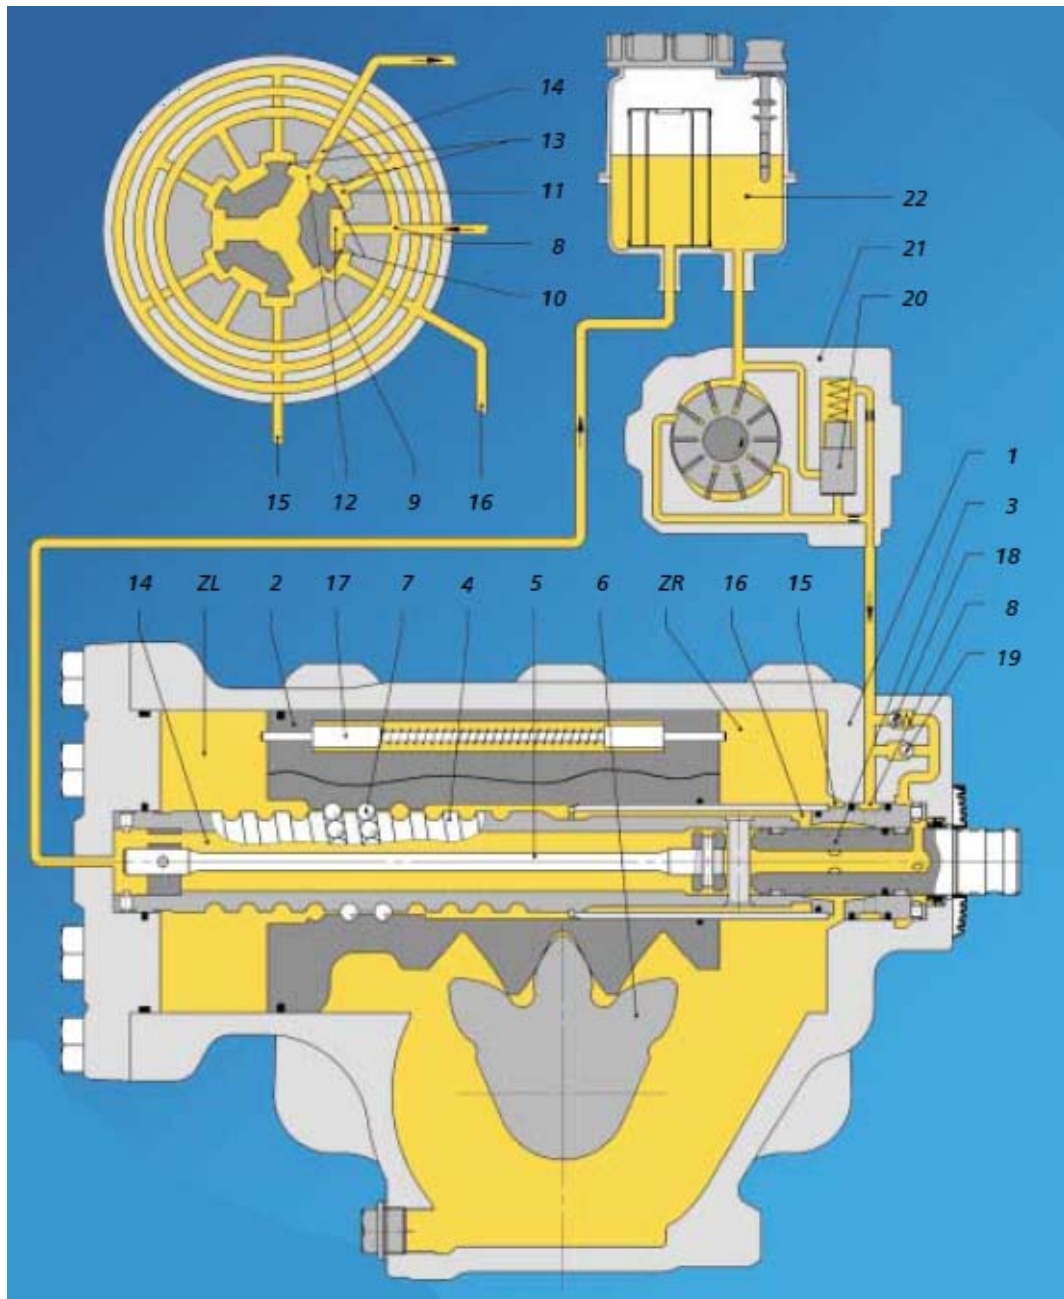

Bild 3: ZF-Servocom, Typ 8098, Steuerventil in Neutralstellung.
Der von einer motorgetriebenen Lenkungspumpe (21) geförderte Ölstrom fließt durch eine Anschlussbohrung im Gehäuseboden über die Zulauf-Radialnut (8) und Querbohrungen am Ventilteil der Schnecke (4) zu den drei Zulauf-Steuernuten (9) des Ventilschiebers (3). In Neutralstellung des Ventils (siehe Bild 3) strömt das Öl über die offenen Zulauf-Steuerkanten (10) in alle Axialnuten (11) des Schneckenkopfes und von dort über die offenen Rücklauf-Steuerkanten (13) auch in die Rücklauf-Steuernuten (12) des Ventilschiebers. Von diesen Nuten kann das Öl über Bohrungen zum Rücklaufraum (14) im Innern der Schnecke und von dort zum Ölbehälter (22) zurückfließen. Gleichzeitig verbinden die Radialnuten (15 und 16) des Steuerventils und die zugeordneten Verbindungen den rechten Arbeitszylinderraum (ZR) mit dem linken (ZL).